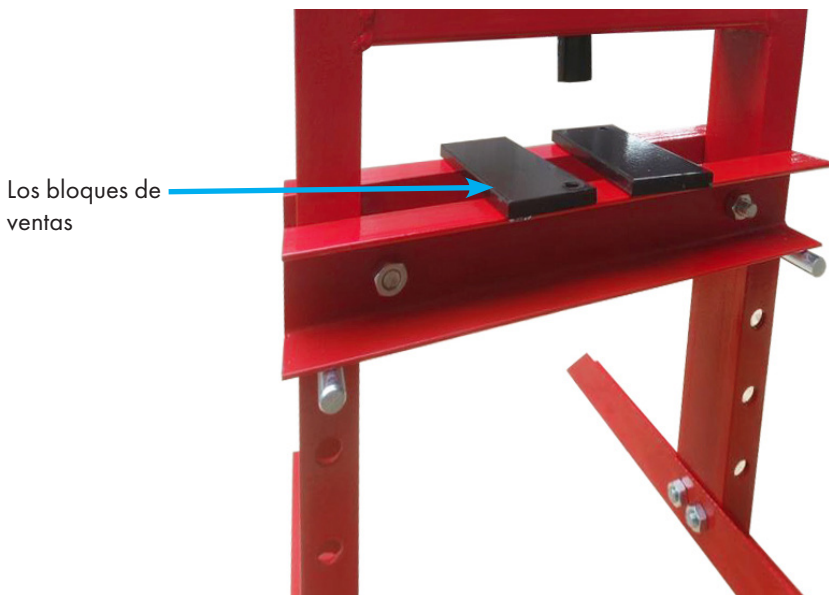

Fig. 6
- La mesa de ajuste (3), p.11 consta de una parte delantera y trasera
- Instale las piezas de la mesa de prensado (consulte también la página 15) en la parte delantera y trasera del bastidor (5).
- Utilice los pernos del juego de tornillos (A), las arandelas y las tuercas correspondientes.
- Deslizar los dos pernos de soporte (C) a la altura deseada en el bastidor.
- Coloca los bloques de talón. Ver la Fig.6.
- Compruebe que el cilindro hidráulico (4) y los muelles están correctamente situados.